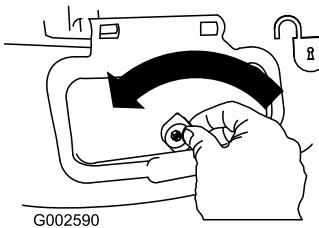

Bild 33
1. Entriegeln Sie die Seitenauswurkklappe (Bild 33).